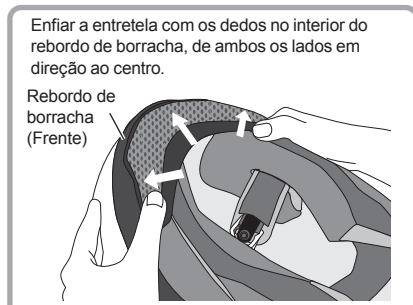

Fig. 3
3. Fixar de forma idêntica dos dois lados em direção ao centro. (Fig. 3)